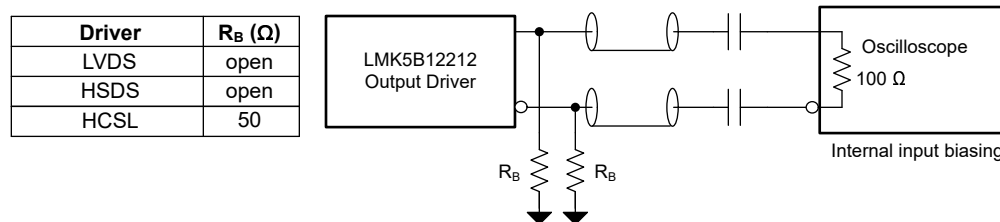

图 4-10. 输出终端建议
1. 确保所有必需的输出全部安装适当的终端元件，以匹配所需的输出类型。图 4-10 展示了适合每种输出格式的建议输出终端。